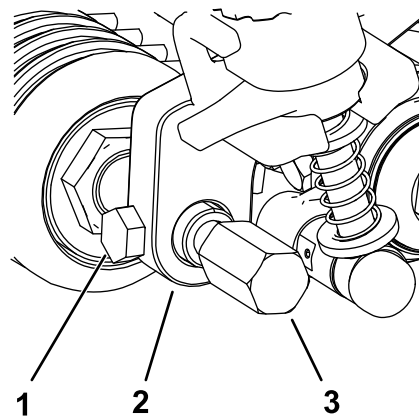

Рисунок 24
5. Вставьте и отцентрируйте вал переднего валика между кронштейнами высоты скашивания и закрепите его с помощью 2 крепежных винтов, снятых со старых кронштейнов высоты скашивания (Рисунок 24).
6. Установите защитные кожухи механической щетки с обеих сторон вала переднего валика (Рисунок 24).